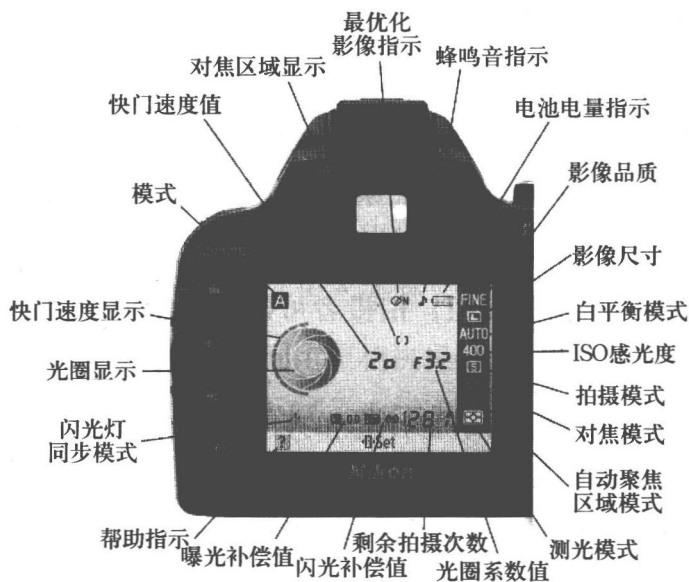

图 1-1-8
9. 拍摄信息按钮。按拍摄信息按钮可以看到当前照相机的拍摄设置（如图 1-1-8 所示）。